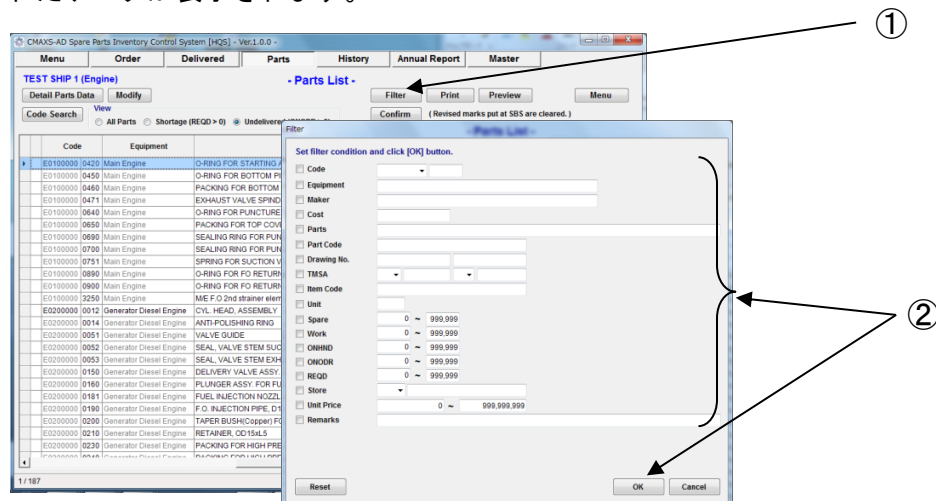

図 18-2 Filter 画面
- (1) 各画面上の[Filter] を選択してください。下図 18-2 は“Parts List 画面”での例です。
- (2) 抽出条件を選択もしくは入力し、[OK]を選択してください。